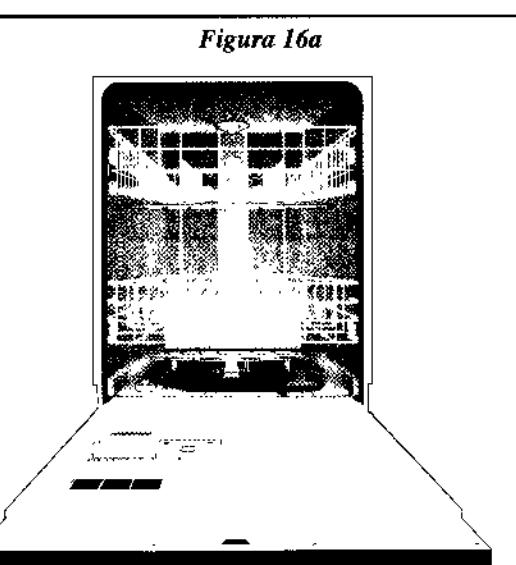

Figura 16a
- Saque el pestillo y abra la puerta. Usando un destornillador de cabeza Phillips saque los dos (2) tornillos de la puerta interior. Guarde los tornillos para reinstalarlos. Ver Figura 16a.